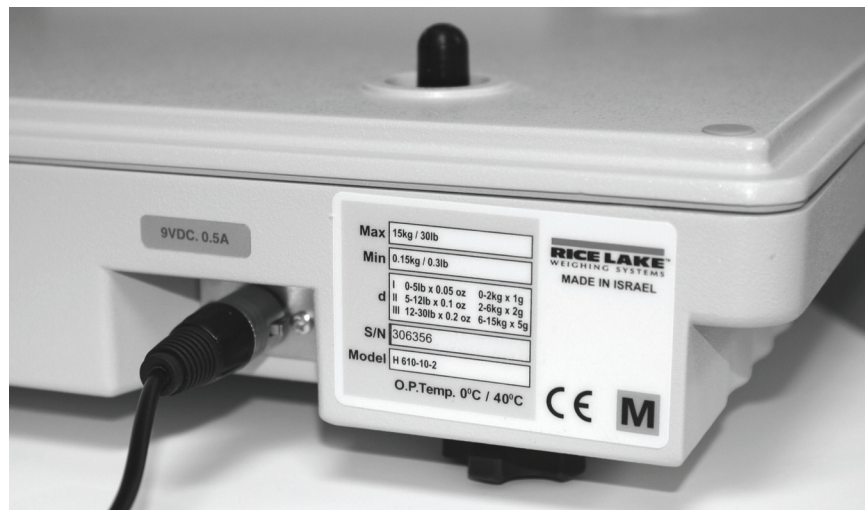

Figura 2-2. Ubicación de la conexión a la alimentación c.a.
La Báscula Neonatal Rice Lake tiene un adaptador 120VAC o 230VAC para usar cuando alimentación eléctrica está fácilmente disponible. El adaptador c.a. se enchufa en la parte posterior del indicador como mostrado en la Figura 2-2.
1. Para operar la unidad utilizando el adaptador c.a., enchufen el cable del adaptador en el lado posterior de la báscula como mostrado en la Figura 2-2 en la página 2 y enchufen el otro extremo en un tomacorriente.